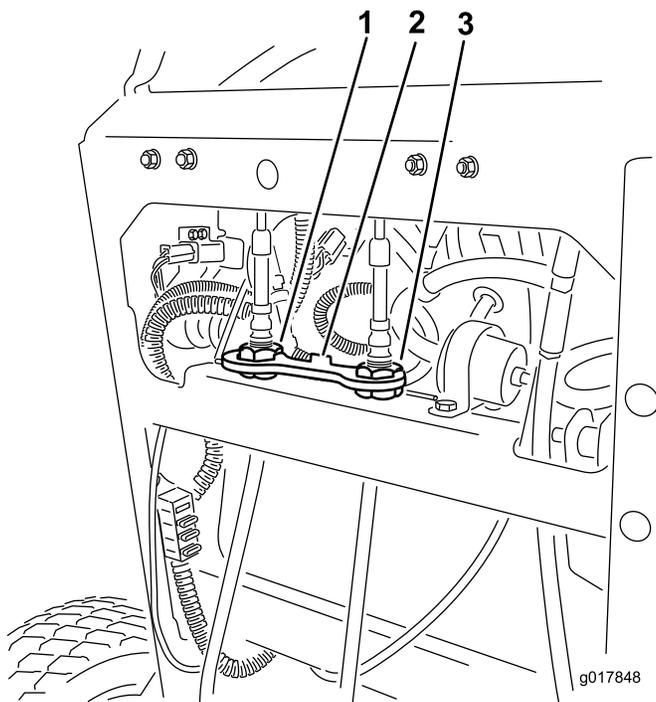

Figure 79
2. Levez et déposez le verrou à câble qui fixe les écrous de réglage du câble (Figure 79).
6. Placez le verrou à câble sur les écrous de réglage de câble pour bloquer le réglage (Figure 79).